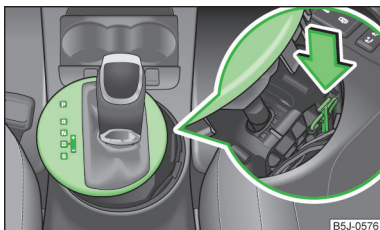

Fig. 110
- Apăsați cu degetul componenta galbenă din material plastic, în sensul săgeții » fig. 110.